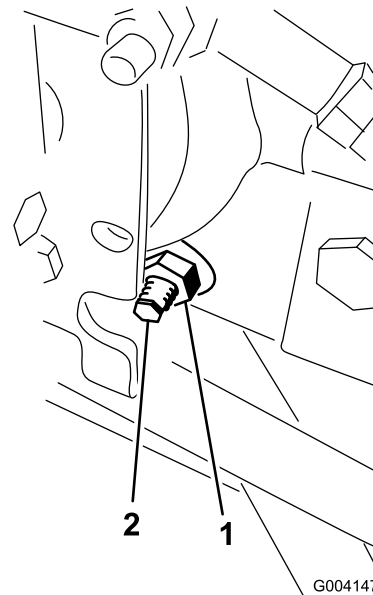

Bild 59
3. Lösen Sie rechts am Hydrostat die Sicherungsmutter an der Fahrtrieb-Einstellnocke (Bild 59).